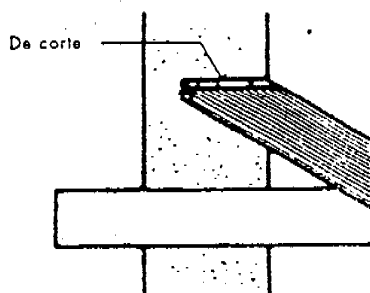
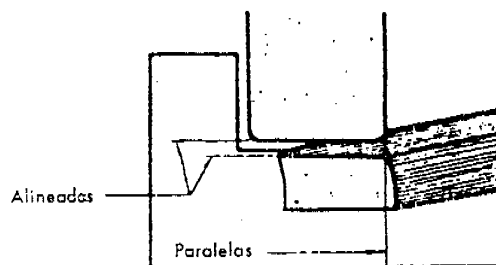

Figura 14
Figura 15
1. La arista de corte debe estar en posición horizontal (Figura 14) y paralela al ángulo de salida (Figura 15).